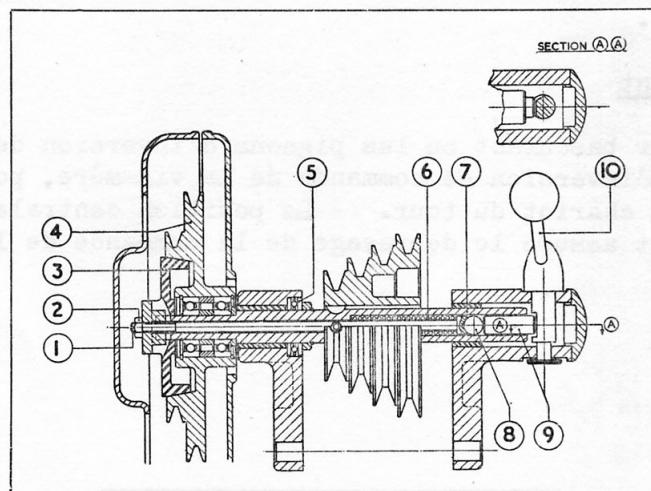

Fig.37 Embrayage d'arbre de renvoi
En examinant la Fig. 37, on note que l'embrayage se compose d'une pièce métallique cône de commande, plateau d'embrayage (3) fixé par un tenon dans l'extrémité de l'arbre de renvoi, et normalement maintenu en prise avec le cône de la poulie (4) par un ressort de compression (6) inséré dans l'arbre creux de renvoi (7) entre l'épaulement dans l'alésage de l'arbre et la tête du poussoir (1).
L'embrayage est enclenché ou dégagé par rotation de l'arbre à came (10). La coupe A-A de la Fig.37 montre qu'il comporte deux méplats usinés. Le gros méplat correspond à la position d'enclenchement de l'embrayage (bouton de levier près du protecteur de la courroie de commande de poupée), le petit méplat correspondant à la position de débrayage (bouton de levier déplacé vers la droite). Les méplats agissent sur le poussoir (9) et, par conséquent, sur le poussoir (1) par l'intermédiaire de la bille en acier (8).